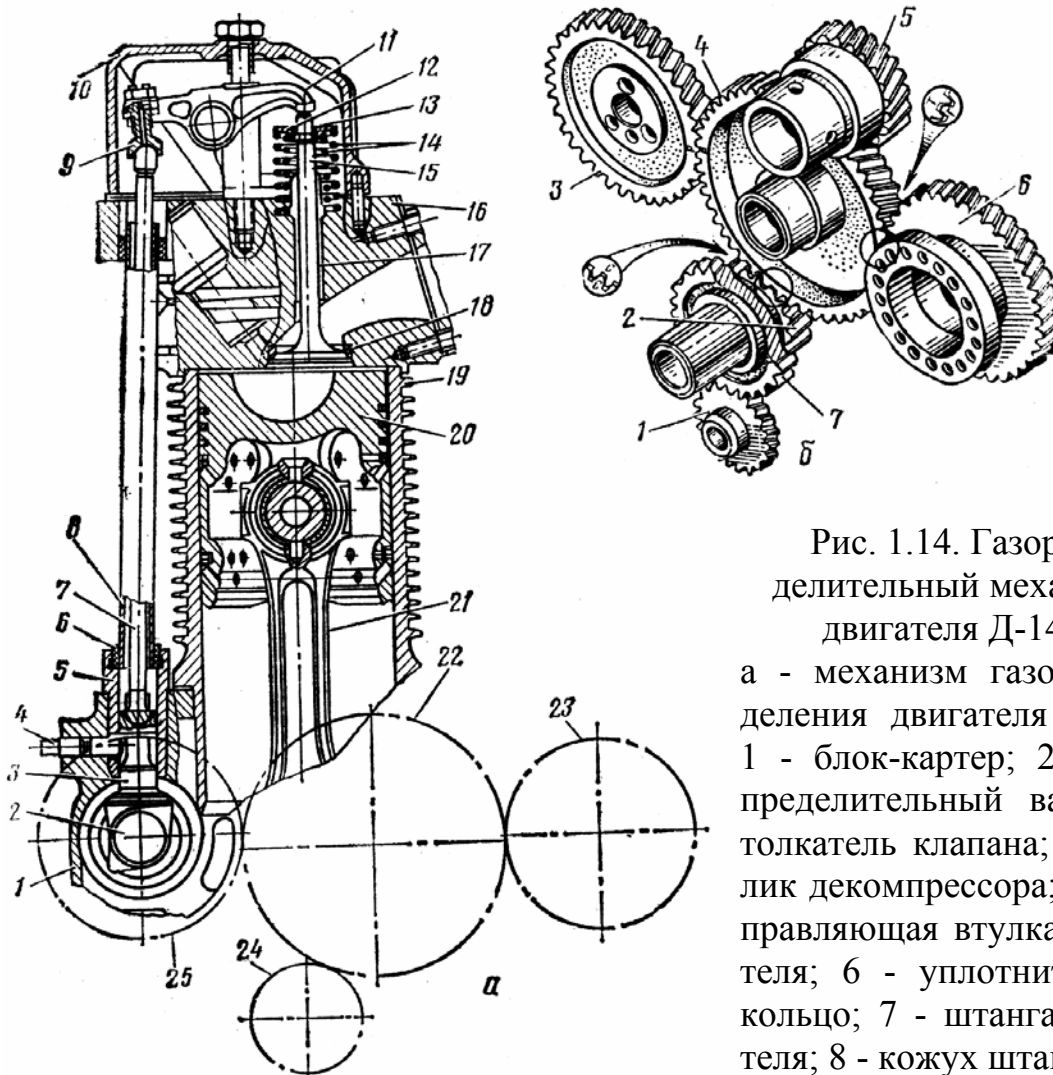

Рис. 1.14. Газораспределительный механизм двигателя Д-144:
6. Изучите устройство механизма газораспределения, показанного на рис. 1.14. Рассмотрите детали клапанного механизма; уясните, чем и как клапан удерживается в головке цилиндра. Изучите устройство распределительного вала.
Обратите внимание на конструкцию подшипников распределительного вала. Изучите расположение и назначение всех распределительных шестерен. Запомните, что шестерни собираются по меткам (рис. 1.14, б). Найдите эти метки.